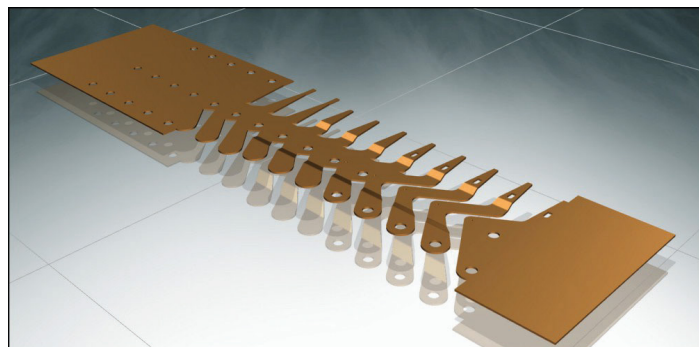

Рис. 3.8. Однорядный раскрой с центральной перемычкой
- центральная перемычка (рис. 3.8, 3.9).